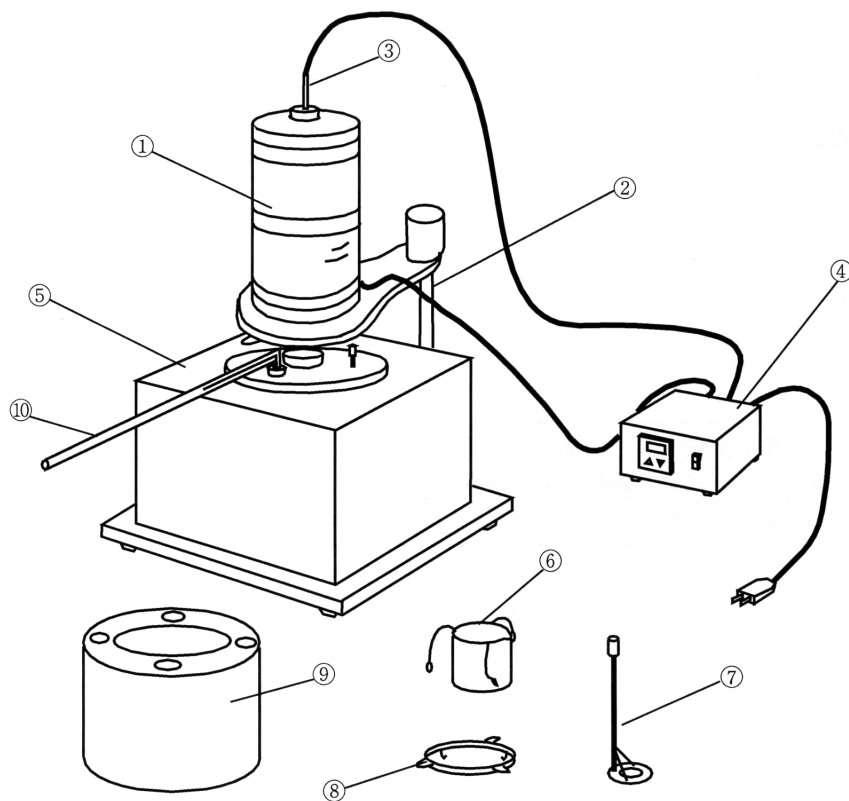
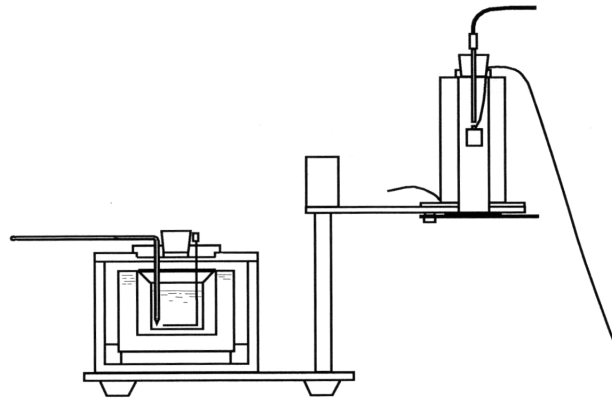

図1 装置の構成
図2
- ①図1のように加熱槽をスタンドに取り付け、スタンドの位置は熱量計をスタンドベースの上に設置できる程度にします。
- ②温度コントローラをスタンドの側に置き、温度センサをシリコンゴム栓に差し込み、シリコンゴム栓を加熱槽の上部口に蓋をするようにします。
- ③測定試料の質量 $m_1$ を0.1 (g) の桁まで電子てんびんを用いて測ります。
- ④測定試料を糸で吊り温度センサの先端部と接する高さになるよう、加熱槽内につり下げます。(糸は、試料が熱量計の底まで達するのに十分な長さが必要です。)
- ⑤ヒータにて加熱過程中は、熱量計に熱量影響がないように加熱槽を熱量計から離れた反対側、スタンドの後に回し設置します。(図2)
- ⑥電源コードをコンセントに差し込んで、加熱の準備が完了です。
- ①保温槽に水を満し（約1700ml）、熱量計箱の中に静かに設置します。（図2）
- ②天秤で熱量計の質量 $M_1$ と攪拌器の質量 $M_2$ （つまみを外し）を測ります。